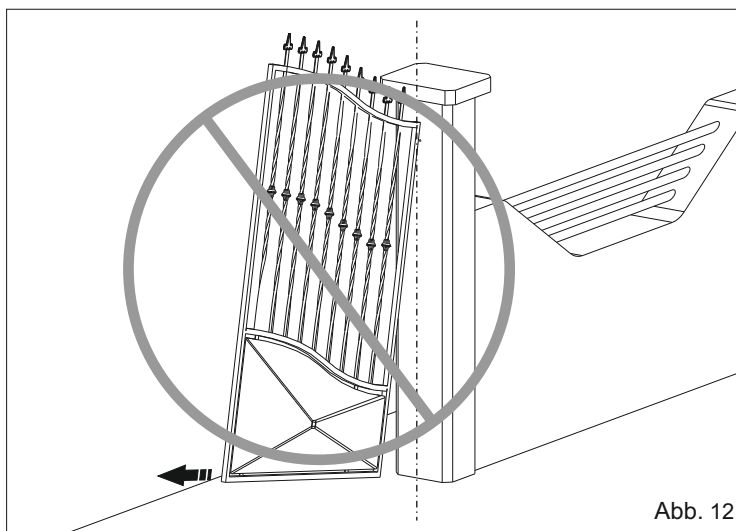
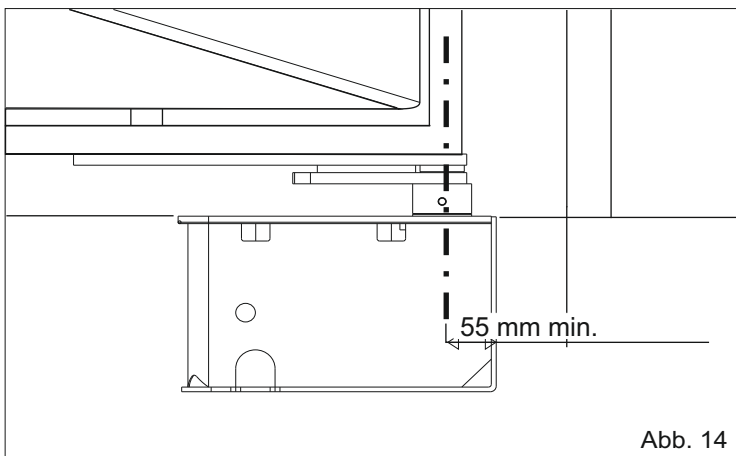

Abb. 12
Abb. 14
3.3. Darauf achten, dass die Flügel nicht außerhalb der Achsen (Abb. 12 und 13) positioniert werden, und so vorgehen dass die Welle mit der Rotationsachse des Scharniers übereinstimmt und berücksichtigen, dass der Mindestabstand von der Säule 55 mm ist (Abb. 14)